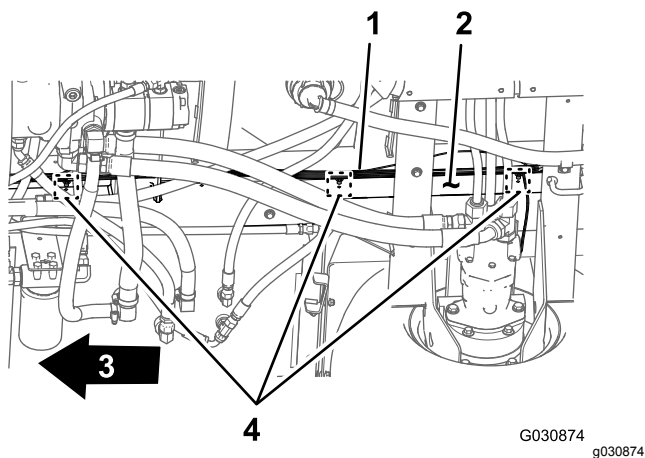

図 21
3. 後ワイヤハーネスを機体の右側フレームチューブに固定しているプッシュファスナー3個を外す 図 21。